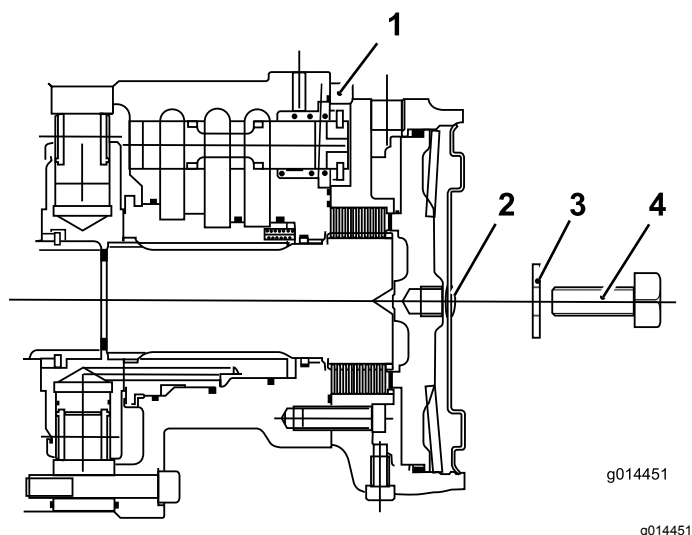

Figura 38
- C. Montate il tappo esagonale sulla piastra di chiusura del motorino (Figura 38).